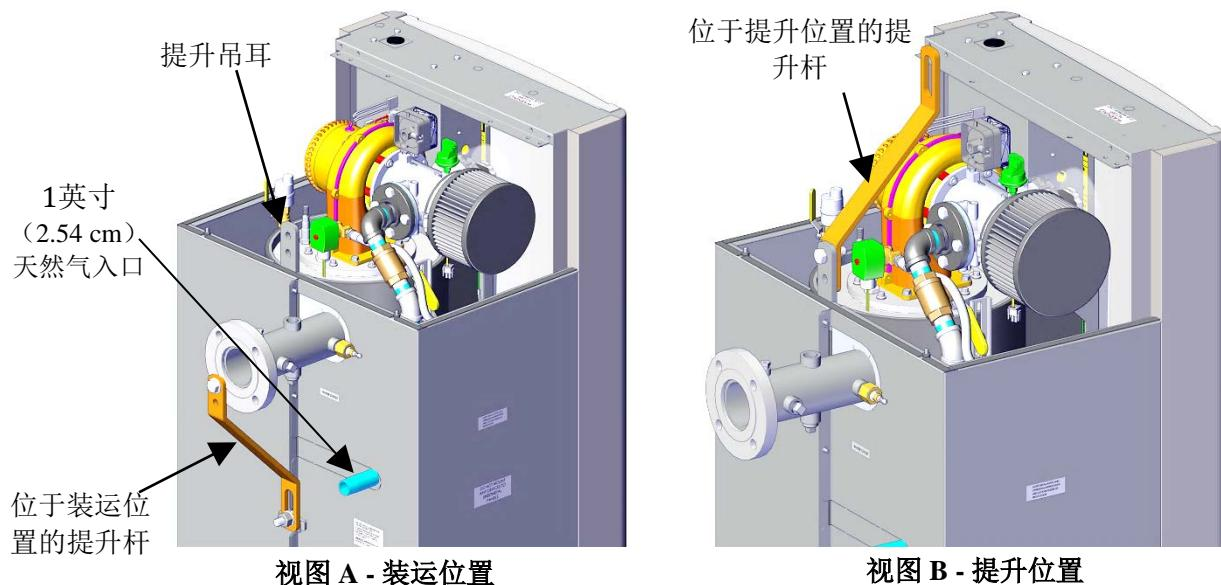

图 2-2：锅炉提升设施
卸下用于将设备固定到运输托架的四 (4) 颗方头螺钉。锅炉可以通过将叉车前叉插入设备底座前插槽进行提升和移动，或者可以通过将一个提升杆连接至设备的热交换器进行提升。每台设备都配备一个带有连接配件的提升杆 (P/N 59174)。装运时，这个提升杆与设备的后部，如图 2-2 中的视图 A 所示。如图所示，在设备的热交换器顶部配有一 (1) 个提升吊耳。这个吊耳用于连接提升杆与设备，步骤如下：
1. 将提升杆从其位于设备后部的装运位置拆除（图 2-2，视图 A）。保留连接配件，其中包括 2 个六角头螺丝 六角螺母和平垫圈。
3. 参照图 2-2 中的视图 B，使用步骤 1 中拆除的配件将提升杆与热交换器提升吊耳相连。如图所示，含有椭圆形开孔的提升杆上端应被置于热交换器顶部之上。
基准系列 750 和 1000 设备在设备顶部包含一个 1 英寸 (2.54 cm) NPT 天然气入口连接，如图 2-2 和 2-3 所示。